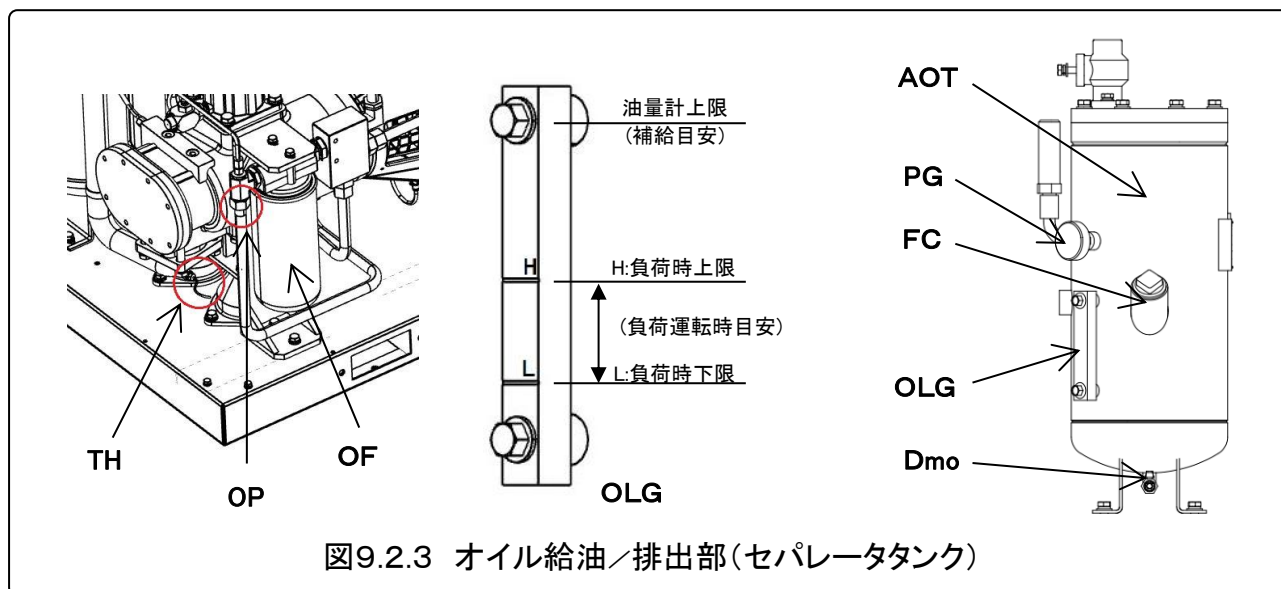

図9.2.3 オイル給油／排出部(セパレータタンク)
- (5)セパレータタンク(図9.2.3-AOT)に取り付いている圧力計(図9.2.3-PG)よりセパレータタンクに圧力が残っていないことを確認してください。その後、給油口プラグ(図9.2.3-FC)とドレンバルブ(図9.2.3-Dmo)をゆっくり開き、セパレータタンク内の潤滑油を抜いてください。オイルクーラの上部プラグを外して、オイルクーラ内の潤滑油を完全に抜いてください。
コンプレッサ本体内部潤滑油も抜くため、本体下部の温度センサ(図9.2.3-TH)を抜いてください。
オイル配管(図9.2.3-OP)を外して配管内の潤滑油を完全に抜いてください。
- (6)オイルフィルタ(図9.2.3-OF)を取り外し、シート面をきれいに清掃してください。
- (7)外したすべての部品を取り付け、ドレンバルブを閉め、9.1.1項(P48)の定期点検基準に基づき専用LRオイルを油量計(図9.2.3-OLG)上限まで給油してください。
- (8)給油後、給油口プラグを締め付けてください。
- (9)再度、コンプレッサを数分間運転してください。
- (10)負荷運転時に潤滑油量が油量計のHとLの間にあることを確認し、補給が必要であれば運転を停止後圧力が無い事を確認し、専用LRオイルを給油口(図9.2.3-FC)から油量計上限まで補給してください。(全量交換時の目安 15kW/22kW:18L、37kW:27L)